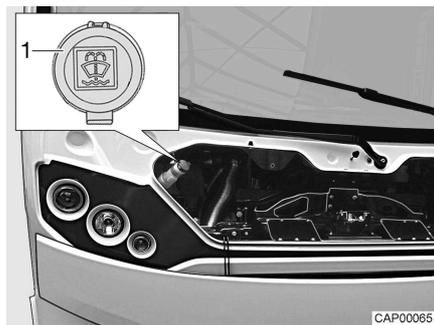

Fig. 7 Bec de remplissage (liquide d'essuie-glace)
- Ouvrir le couvercle (Fig. 7,1) du bec de remplissage du réservoir de liquide d'essuie-glace.